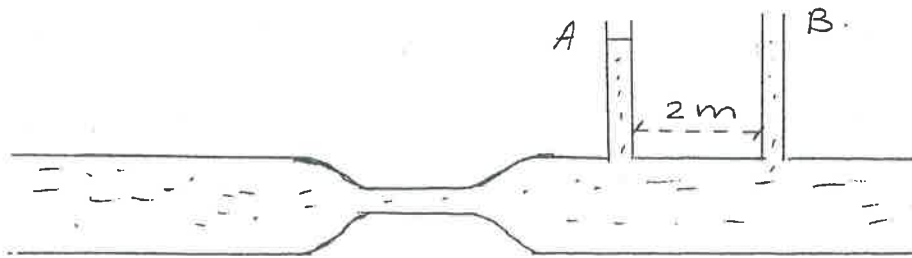

FIGURA 1
1.- A través de la tubería de la **Figura 1** de diámetros **30 cm** y **15 cm** circula agua. La diferencia de presión entre la parte ancha y el estrechamiento es de **30 kPa**. Calcular: